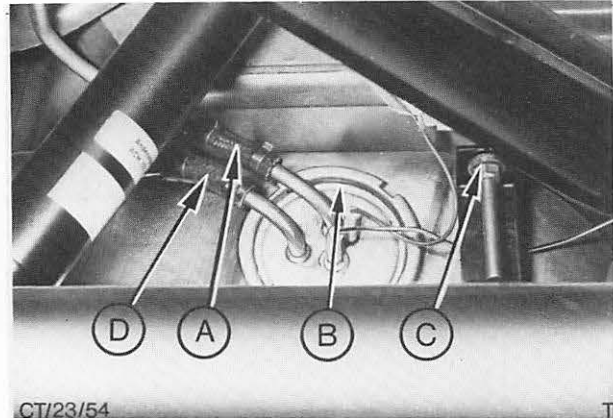

Abb. 9 Geber – Kraftstoff-Vorratsanzeiger
6. Kraftstoffzufuhr- und, wo zutreffend, -rücklaufleitungen vom Geber – Kraftstoff-Vorratsanzeiger trennen. Abb. 9.
8. Haltebänder (2) des Kraftstoffbehälters lösen, Kraftstoffbehälter mit der Hand abstützen und Haltebänder entfernen. (In Abb. 9 ist eines der Haltebänder gezeigt.)
15. Kraftstoffzufuhr- und, wo zutreffend, -rücklaufleitungen am Geber anschließen. Abb. 9.